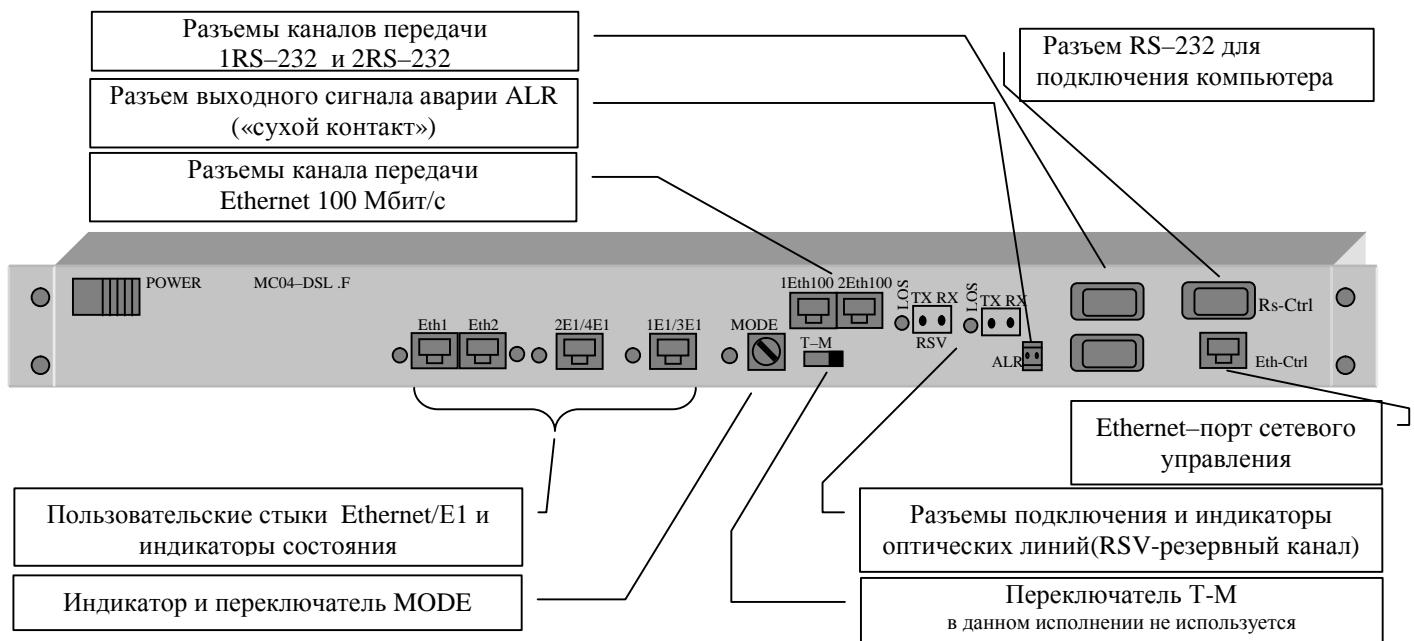

Рис. 1. Модем в корпусе 1U.
5.1.1. Лицевая панель модема и модем–мультплексора приведена на рис.1 и 2.